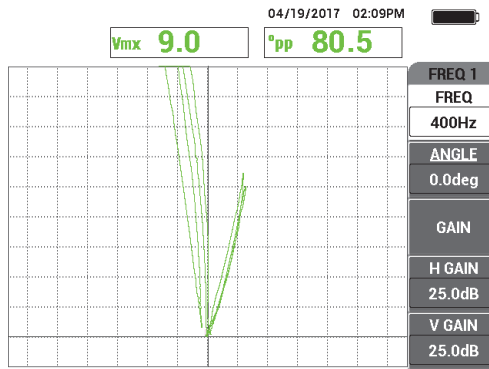

Figura 5-212 Rastreamento das duas ranhuras
2. Rastreie lentamente o tubo até 40% do diâmetro interno e 60% do diâmetro externo até que os defeitos sejam exibidos. Quando o sulco da abertura está visível na tela do NORTEC 600, pressione a tecla FREEZE (❄) [veja Figura 5-212 na página 283].